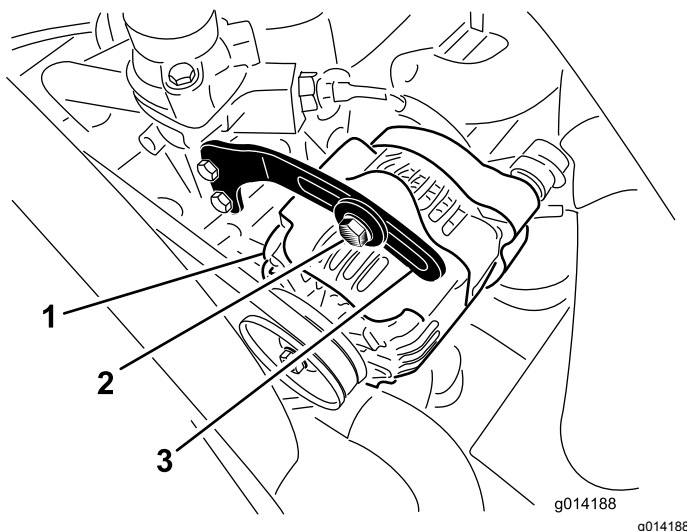

Figura 48
2. Controllate la tensione della cinghia dell'alternatore premendola (Figura 48) al centro tra le pulegge dell'alternatore e dell'albero a gomito con una forza di 10 kg.
3. Allentate il bullone che fissa il supporto all'alternatore (Figura 48) e il bullone di rotazione dell'alternatore.